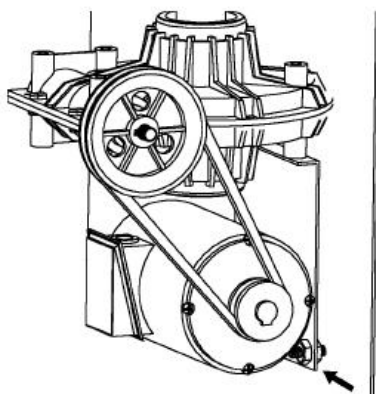

Рис.11
- 7) При отключении электропитания проверьте, натянут ли ремень. Для этого снимите боковую крышку, расположенную с левой стороны корпуса, и отрегулируйте натяжение ремня при помощи винта на опоре электродвигателя (рис.11).